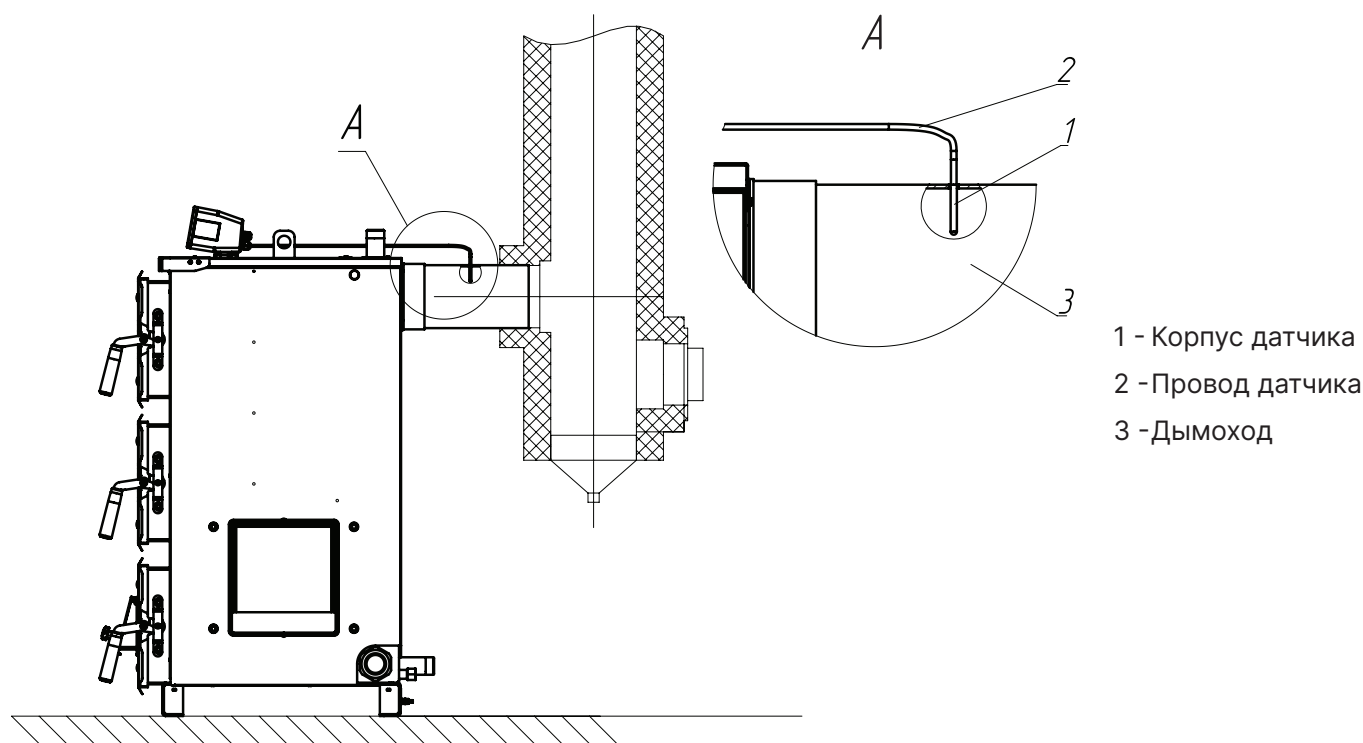

Рис.9 Установка датчика дымовых газов
1. Просверлите два отверстия $D = 3$ мм на патрубке дымохода (**Рис.9, поз.3**) для саморезов и одно отверстие $D = 8$ мм под гильзу датчика температуры дымовых газов, используя пластину датчика Pt1000 как шаблон как показано на **Рис.9**.